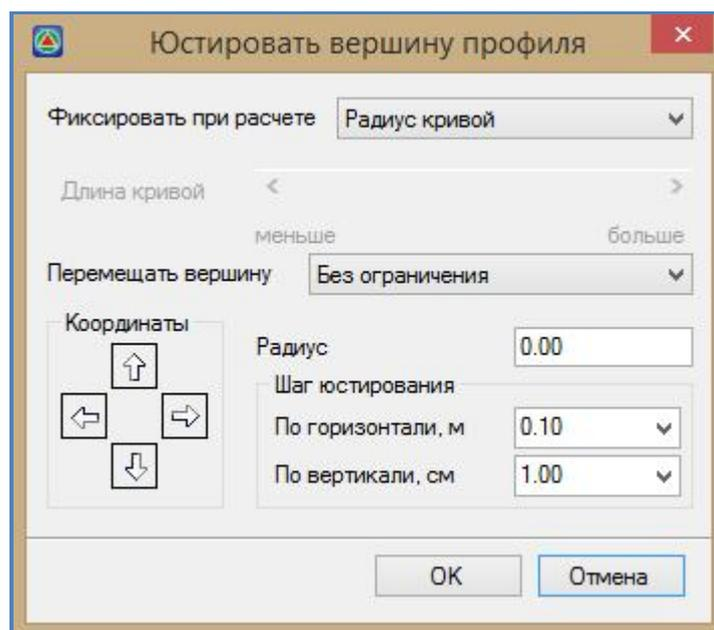

Рис.3.5. Диалоговое окно *Юстировать вершину профиля*
- **юстировать** позволяет производить точную корректировку профиля. При выборе этой команды появиться диалоговое окно *Юстировать вершину профиля*, приведенное на рис.3.5.